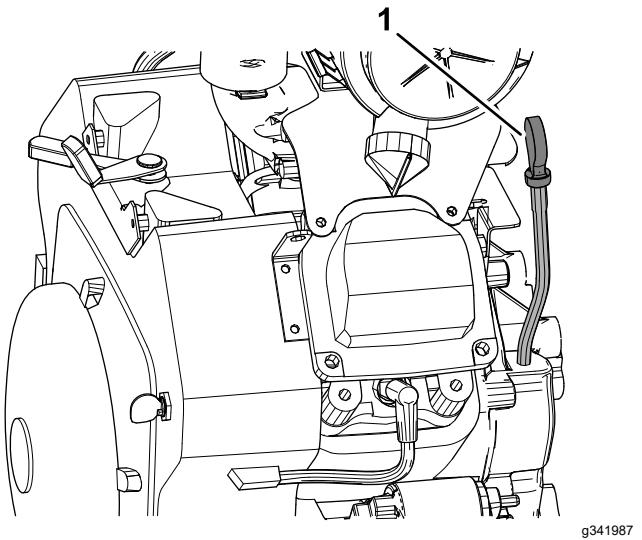
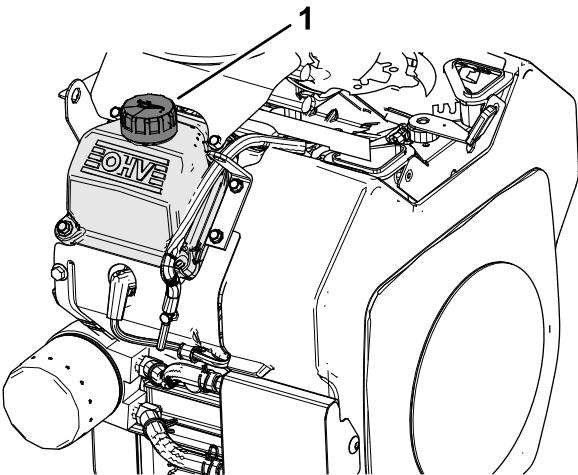

Figure 28
Figure 29
2. Nettoyez la surface autour de la jauge d'huile et du bouchon de remplissage sur le couvre-culasse (Figure 28 et Figure 29).
3. Retirez la jauge d'huile et essuyez soigneusement l'extrémité (Figure 28).